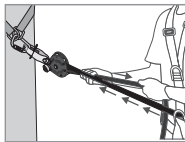
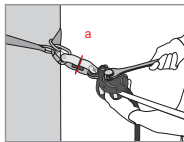

Fig 3
Fig 4
Når du har installert livlinen, må du aller først regulere spenningen ved å dra i tauet (i den enden hvor tauet har en endeknute - Fig. 3). Kammen (8) og kamspaken (4) skal da komme i kontakt med tauet. Slå ned kamspaken (4). Ved hjelp av en egnet nøkkel, juster spenningen på aksens for spenningsjustering (1) inntil skiven for spenningsmerket (a) som sitter på spenningsmerket (2) går fritt rundt (Fig. 4). Så snart skiven spinner fritt, SKAL MAN IKKE STRAMME VIDERE! Dette tilsvarer en forhåndsspennning på linen på ca. 1 kN. Når utstyret er i bruk, må du kontrollere denne spenningen jevnlig (skiven for spenningsmerket må spinne fritt) og ved behov, må spenningen justeres, som beskrevet ovenfor.